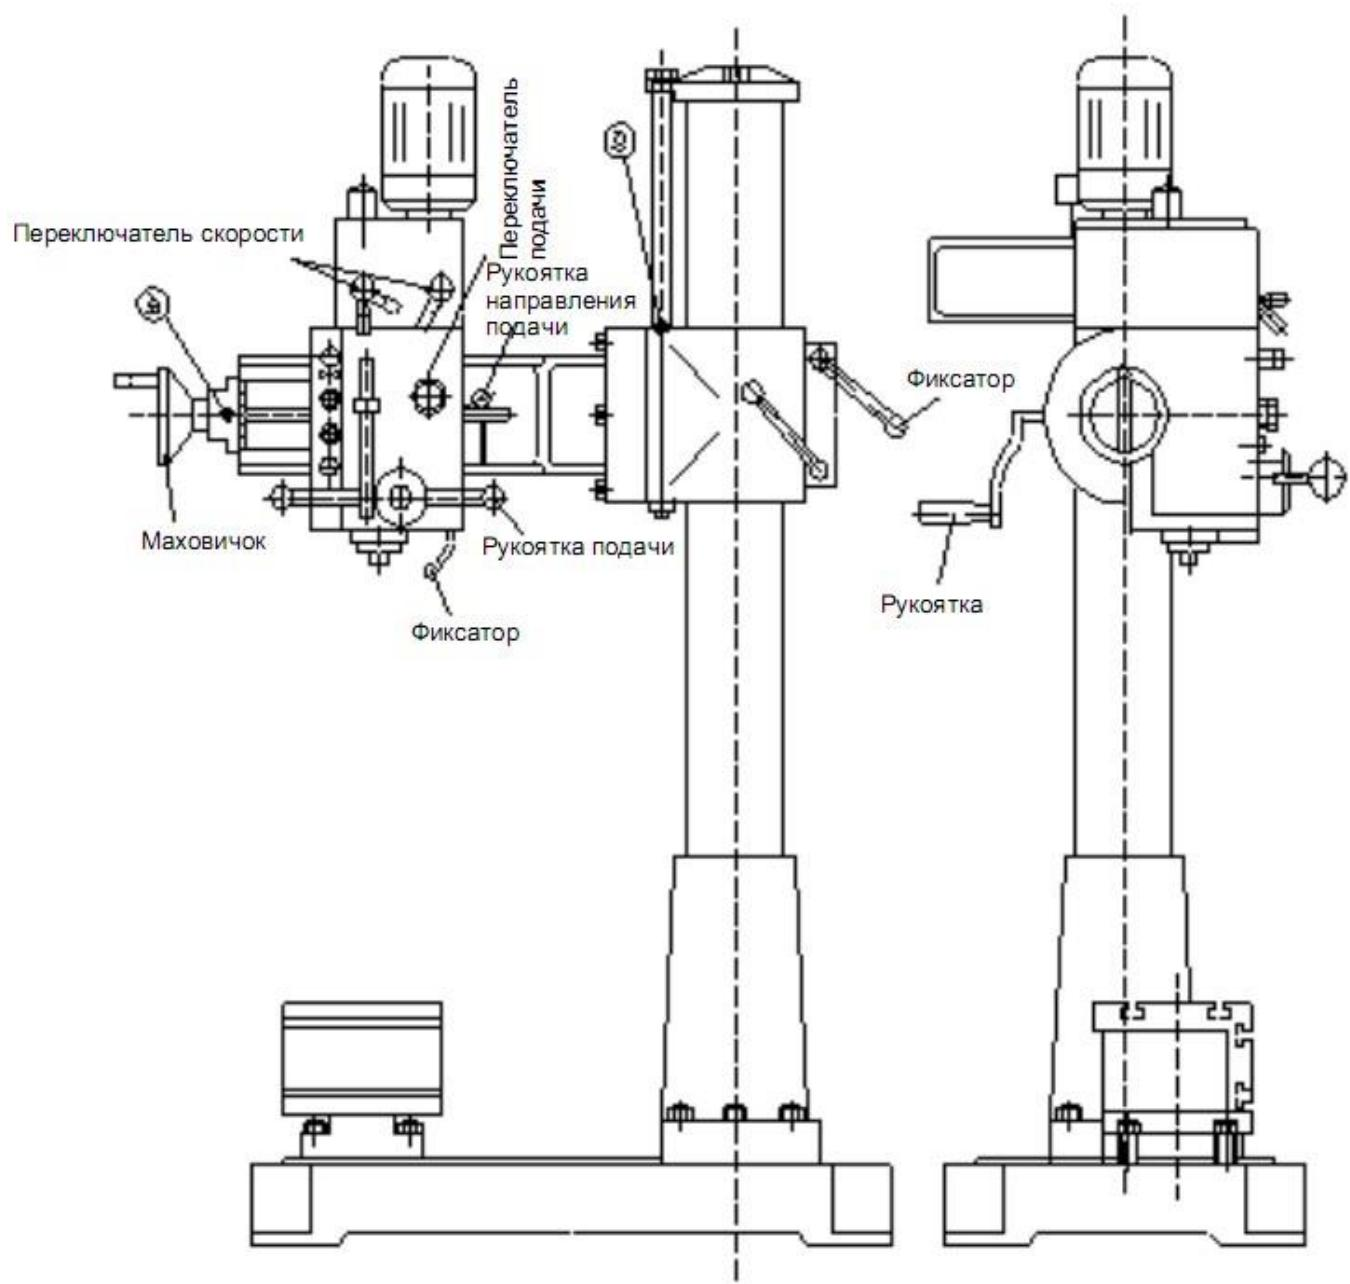

Рис.2 Система управления
Описание рукояток дано далее (Рис.2)
6.1 Ввести смазочное масло в точки смазки (Рис. 2). Открытые направляющие можно смазывать напрямую.
## 9.КОНСТРУКЦИЯ СТАНКА (Рис. 2 и 3)